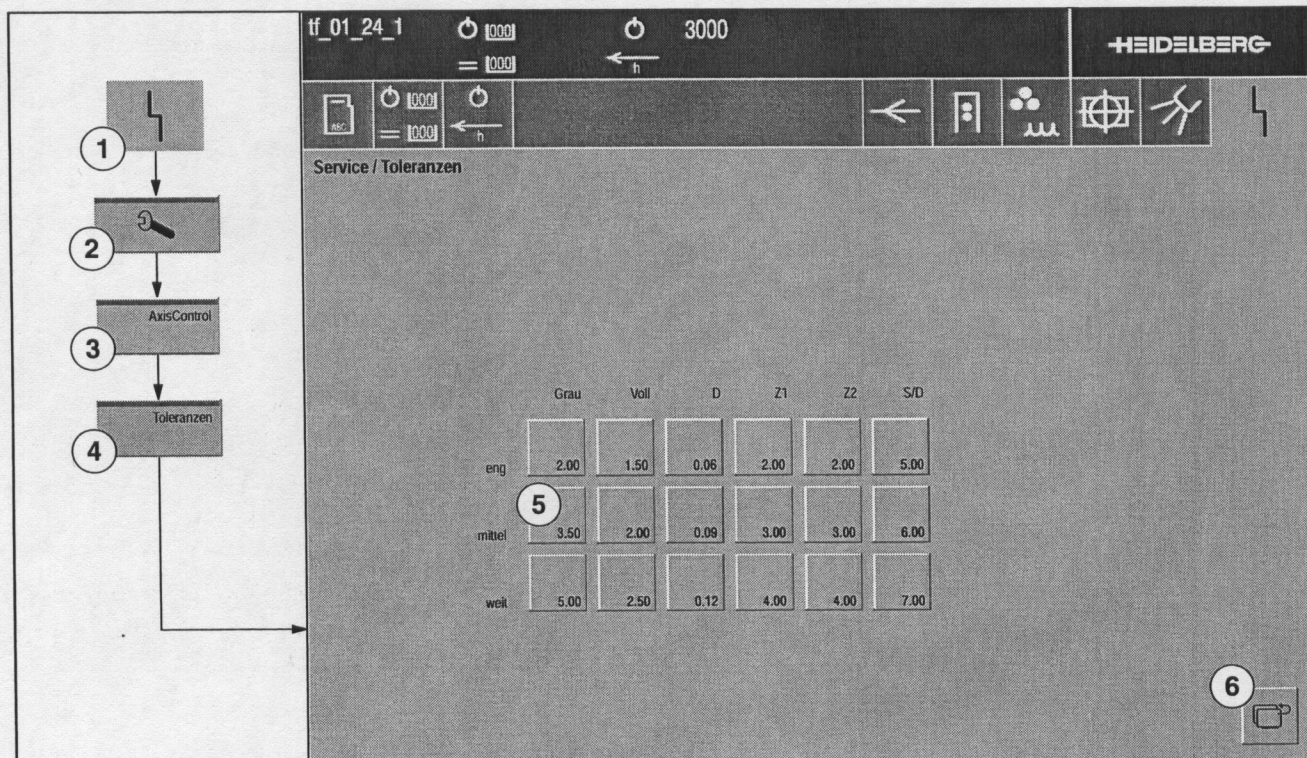
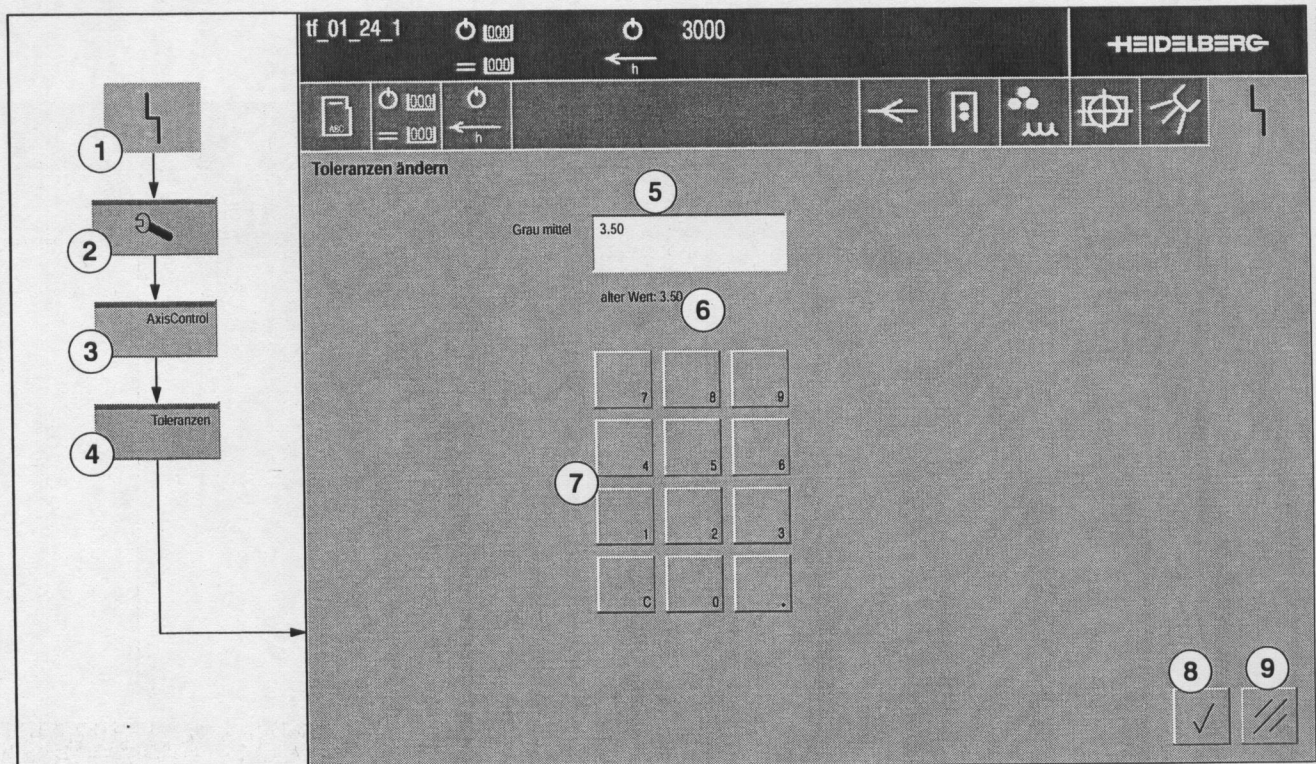

Abb. 27 Menü Toleranzen anzeigen
Abb. 28 Menü Toleranzen ändern
1. Drücken Sie in der Kopfzeile die Taste *Störung* (Abb. 27/1). Das Menü **Störung** öffnet sich.
2. Drücken Sie die Taste *Service* (Abb. 27/2) das Menü **Service** öffnet sich.
3. Drücken Sie die Taste *AxisControl* (Abb. 27/3) das Menü **AxisControl/Service** öffnet sich.
4. Drücken Sie die Taste *Toleranzen* (Abb. 27/4) Das Menü **Service Toleranzen** öffnet sich.
die Taste Blättern (Abb. 27/6).
1. Drücken Sie die Taste, dessen Wert Sie ändern möchten, z. B. Abb. 27/5. Das Menü **Toleranzen ändern** (Abb. 28) öffnet sich.
2. Geben Sie über die Tastatur (Abb. 28/7) einen neuen Wert ein. Der neu eingegebene Wert erscheint im Eingabefeld (Abb. 28/5). Der alte Wert wird Ihnen unter dem Eingabefeld (Abb. 28/6) angezeigt.
3. Eingabe sichern: Drücken Sie die Taste **OK** (Abb. 28/8), die Eingabe wird übernommen.
Eingabe löschen: Drücken Sie die Taste **Löschen** (Abb. 28/9), die Eingabe wird nicht übernommen. Das Fenster schließt sich und Sie kommen zurück in das **Menü Service/Toleranzen** (Abb. 27).